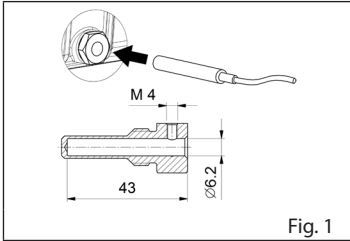

Fig. 1
- 4.8 **Installer en temperatursensor på pumpen inne i oljetappepluggen** (fig. 1) eller direkte i kontakt med smøreoljen (erstatt den med oljetappepluggen) og koble den til systemet på en slik måte at den signaliserer og låser pumpen i tilfelle temperaturøkning utover grensene som er angitt i bruks- og vedlikeholdshåndboken eller i det tekniske dataheftet (når det finnes). Dette utstyret må monteres av kunden, av ekspertpersonell og i henhold til gjeldende forskrifter.